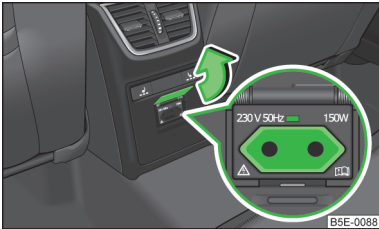

Abb. 73
- Die Abdeckung der Steckdose in Pfeilrichtung aufklappen » Abb. 73.